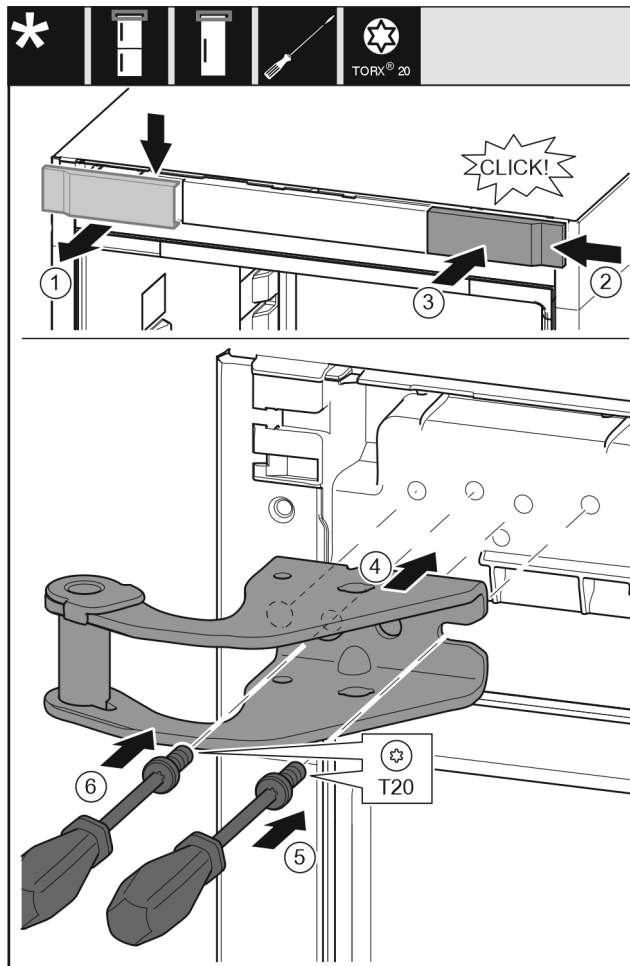

Fig. 14
- ▶ Vegye ki felülről az alsó fedelet előrefelé. Fig. 14 (1)
- ▶ Akassza be a fedelet 180°-kal elfordítva a másik oldalra jobbról. Fig. 14 (2)
- ▶ Pattintsa be a fedelet. Fig. 14 (3)
- ▶ Helyezze fel a felső csapágybakot. Fig. 14 (4)
- ▶ Helyezze fel és húzza meg a csavart a T20 csavarhúzóval. Fig. 14 (5)
- ▶ Helyezze be és húzza meg a csavart a T20 csavarhúzóval. Fig. 14 (6)